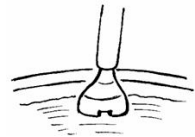

Abb. 3
3. Tauchen Sie den Saugschlauch mit dem Saugkorb in den Behälter mit der **vorgekühlten** Rohsahne (zwischen +3° u. +5°C). (Abb. 3)